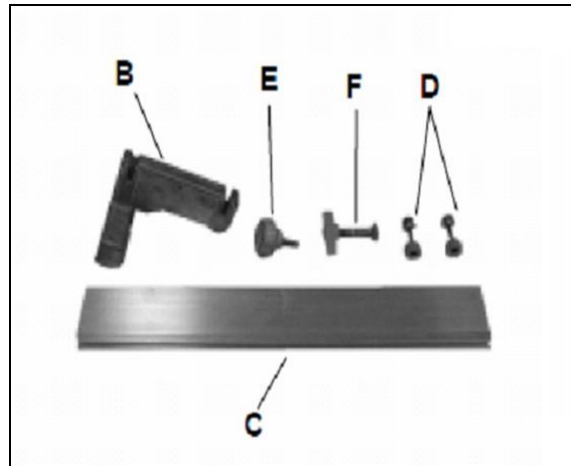

Fig 7
La butée longitudinale peut être utilisée des deux côtés de la bande, pour cela fixer la butée à onglet (C, Fig 7) sur le côté souhaité de la partie en fonte (B).